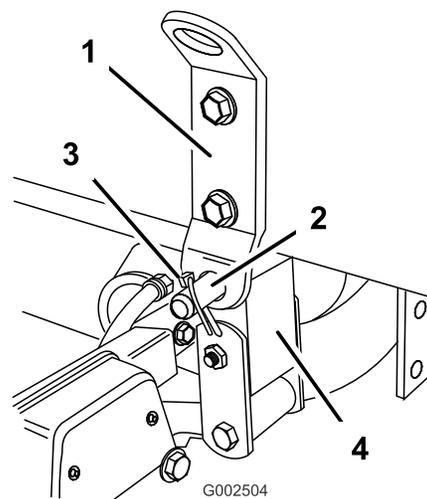

Figura 21
6. Allineate la barra di articolazione della parte posteriore del gruppo del telaio di supporto del serbatoio con l'apertura nella parte terminale del telaio del veicolo (Figura 21).
7. Installate un perno con testa (3/4 pollici) e due acciarini sulla barra di articolazione per fissare il gruppo serbatoio al telaio (Figura 21).
10. Controllate che il telaio di supporto del serbatoio e il telaio del veicolo siano allineati. Se necessario allentate leggermente i bulloni che fissano la barra di articolazione al telaio di supporto del serbatoio (Figura 21). Sollevate il gruppo serbatoio fin sopra il telaio del veicolo quanto basta per allinearli e poi abbassarlo nella giusta posizione. Serrate i bulloni sulla barra di articolazione una volta che il telaio di supporto del serbatoio è allineato con il telaio del veicolo.